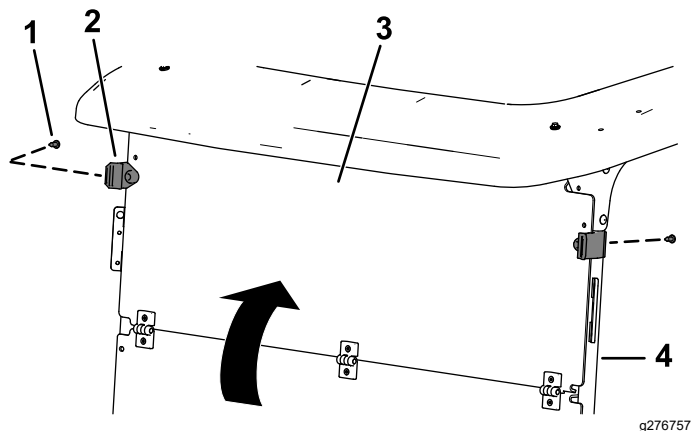

Figura 7
- Despliegue el parabrisas y sujete la parte superior del parabrisas a los tubos de soporte de la capota usando las 2 abrazaderas de goma y 2 remaches de plástico cortos en los taladros inferiores (Figura 7).